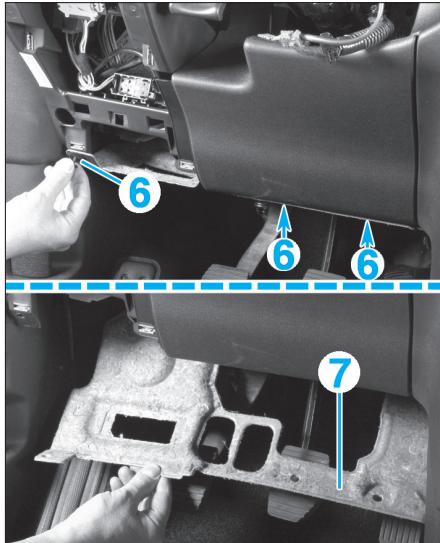

FIG. 8
- les agrafes (6) de la garniture inférieure gauche (7) puis la déposer (Fig.8),